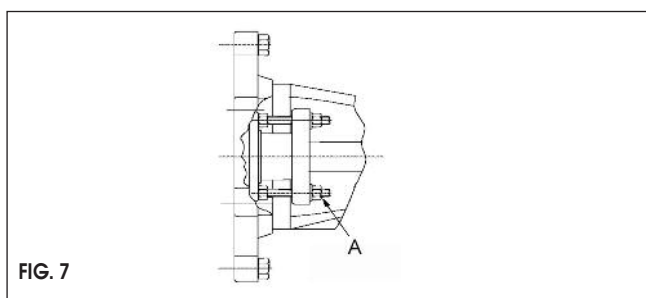

FIG. 7
10. Si nécessaire, le fouloir du presse-étoupe peut être resserré avec modération à l'aide des écrous (A FIG. 7).